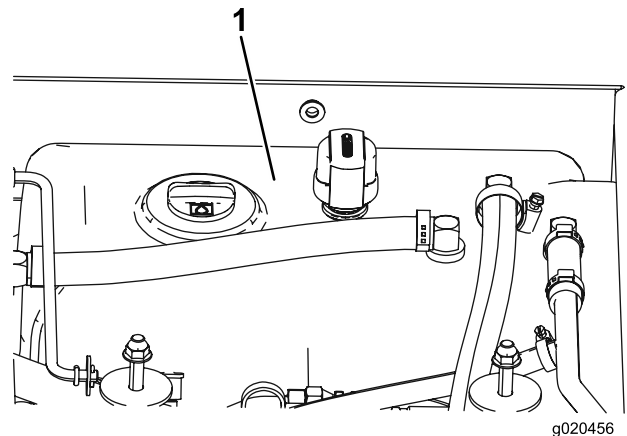

Figura 72
4. Encha o reservatório (Figura 72) com fluido hidráulico; consulte Verificar o fluido hidráulico (página 54).